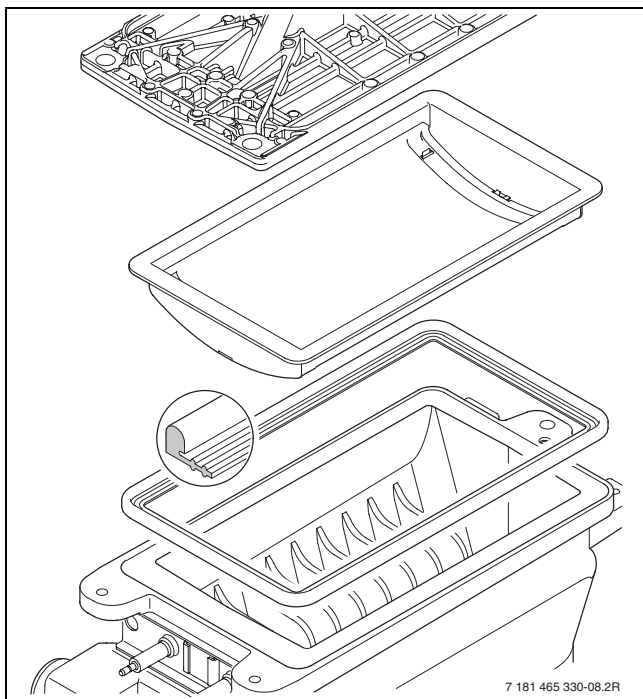

Fig. 65
- ▶ Estrarre il bruciatore e pulire i componenti (fig. 65).